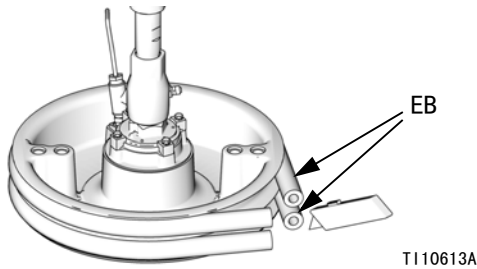

图 15
2. 用刀具切断顶部和底部刮环并从压盘上卸下。参见图 15。